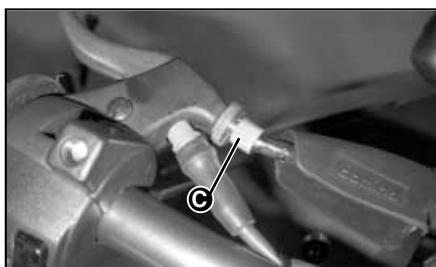

Fig. 2
2. Le levier de commande d'embrayage doit présenter en son extrémité un trajet à vide de 8 mm environ. Intervenez sur la vis de réglage "C" (Fig. 2). Dans le cas où l'embrayage "ne s'accouplerait pas" ou "qu'il resterait en permanence collé" régler la vis de réglage sous le couvercle droit. Faites réaliser cette opération par un concessionnaire ou un distributeur DERBI.
2. La leva di comando della frizione nel manubrio deve presentare nel suo estremo un percorso a vuoto di almeno 8 mm. Intervenire nella vite di regolazione "C" (Fig. 2). Nel caso in cui la frizione "non entri" o "rimanga incollata", regolare la vite di regolazione all'interno del coperchio destro. Realizzare questa operazione da un Concessionario o Distributore DERBI.
2. Check the free clearance which has to be around 8 mm. Adjust the timing "C". (Fig. 2). In case that the clutch does not "engage" or if it "stays stucked" adjust the timing bolt inside the right side of the cover. This operation must be done by your nearest Dealer or Distributor de DERBI.
2. Der Kupplungshebel des Lenkers muss ganz Außen einen Leerweg von 8 mm aufweisen. Andernfalls passen Sie die Einstellungsschraube "C" (Abb. 2) an. Falls die Kupplung nicht einkuppelt oder stecken bleibt, passen Sie die Einstellungsschraube im Inneren der rechten Klappe an. Lassen Sie dies von einem Vertragshändler oder DERBI Verteiler tun.